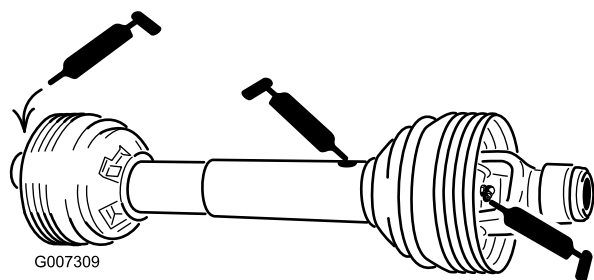

Figura 24
Albero della PDF (3) (Figura 24)